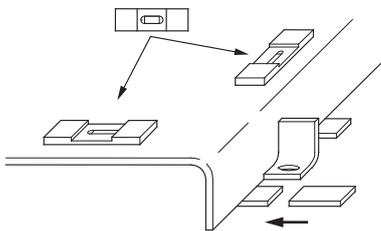

Fig. 8 : Mise à niveau et orientation du socle
- Mettre le socle en place et le mettre à niveau dans les deux directions avec des cales d'épaisseur supplémentaires (voir fig. 8).
- Lors de son installation sur la fondation, aligner le groupe complet à l'aide d'un niveau à bulle (sur l'arbre/la tubulure de refoulement) (voir fig. 8). Le socle doit se trouver à l'horizontale avec une tolérance de 0,5 mm par mètre.